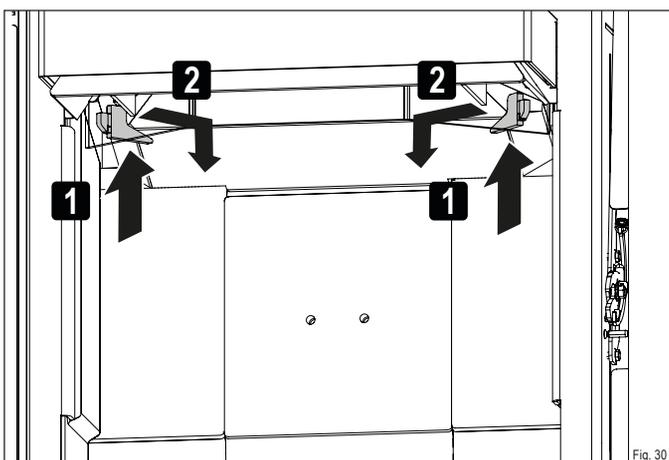

Fig. 30
- ▶ Ouvrez les deux butées de pierre thermique supérieure (Fig. 30).